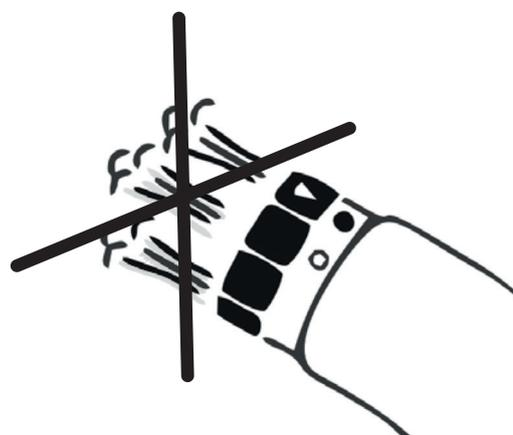

Fig. 25 Modalità trasporto
- ❖ Scollegare la presa del connettore dell'aria e ruotarne l'estremità e il corpo in direzioni opposte finché il simbolo rosso ▲ e il simbolo nero ● siano allineati e non fuoriesca aria (vedere Fig. 25)